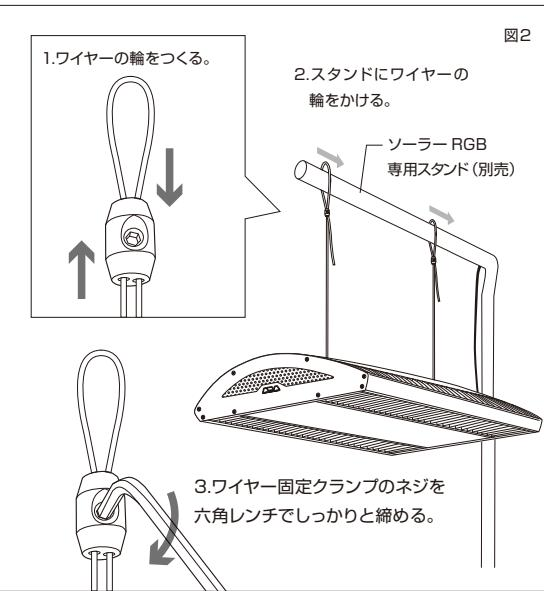

図2
(2) 照明ユニットの設置
- ①照明ユニットはソーラーRGB専用スタンド(別売)や天井からつり下げる使用します。天井からつり下げる場合は、照明ユニットの重さ(2.6kg)に十分耐えられる、市販の天井つり下げ用フックを用意してください。スタンドやフックの取り付けに関しては、それぞれの説明書に従ってください。
- ②付属の六角レンチでワイヤー固定クランプのネジを緩め、照明ユニットから出ているつり下げワイヤーで輪をつくり、ワイヤー固定クランプで固定します。照明ユニットをつり下げる高さに応じてワイヤーの長さを調節してから、固定クランプのネジを六角レンチでしっかりと締めてください。(図2)
- ③ソーラーRGB専用スタンドのバー、天井のフックにワイヤーの輪を掛けます。強度を確認し、照明ユニットが落しないようにしてください。